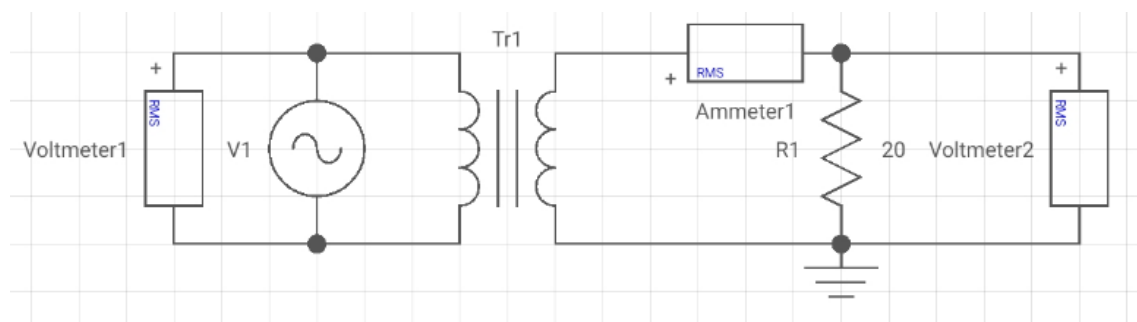

Figura 4.1
4.1 - Monte o circuito da **Figura 4.1**, onde a tensão V1 é de 220 V eficazes, 60 Hz e o transformador é para 220/10 V. Preencha a **Tabela 4.1** com os valores medidos de tensão e corrente. Demonstre as medidas através de “prints” da tela.